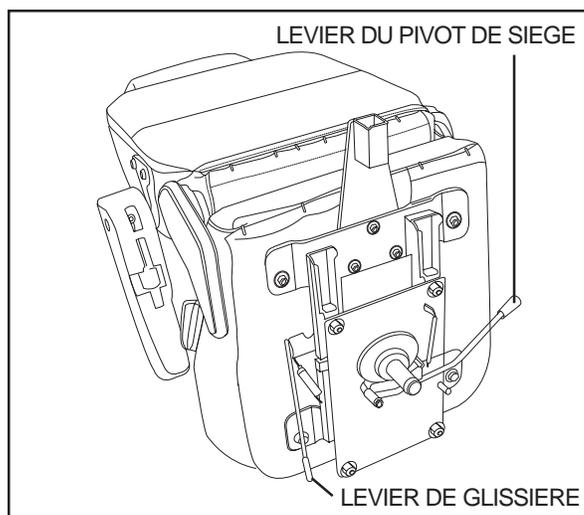

Figure 13. Réglages du siège
1. Poussez le levier vers l'avant pour débloquer le siège. Voir la figure 13.